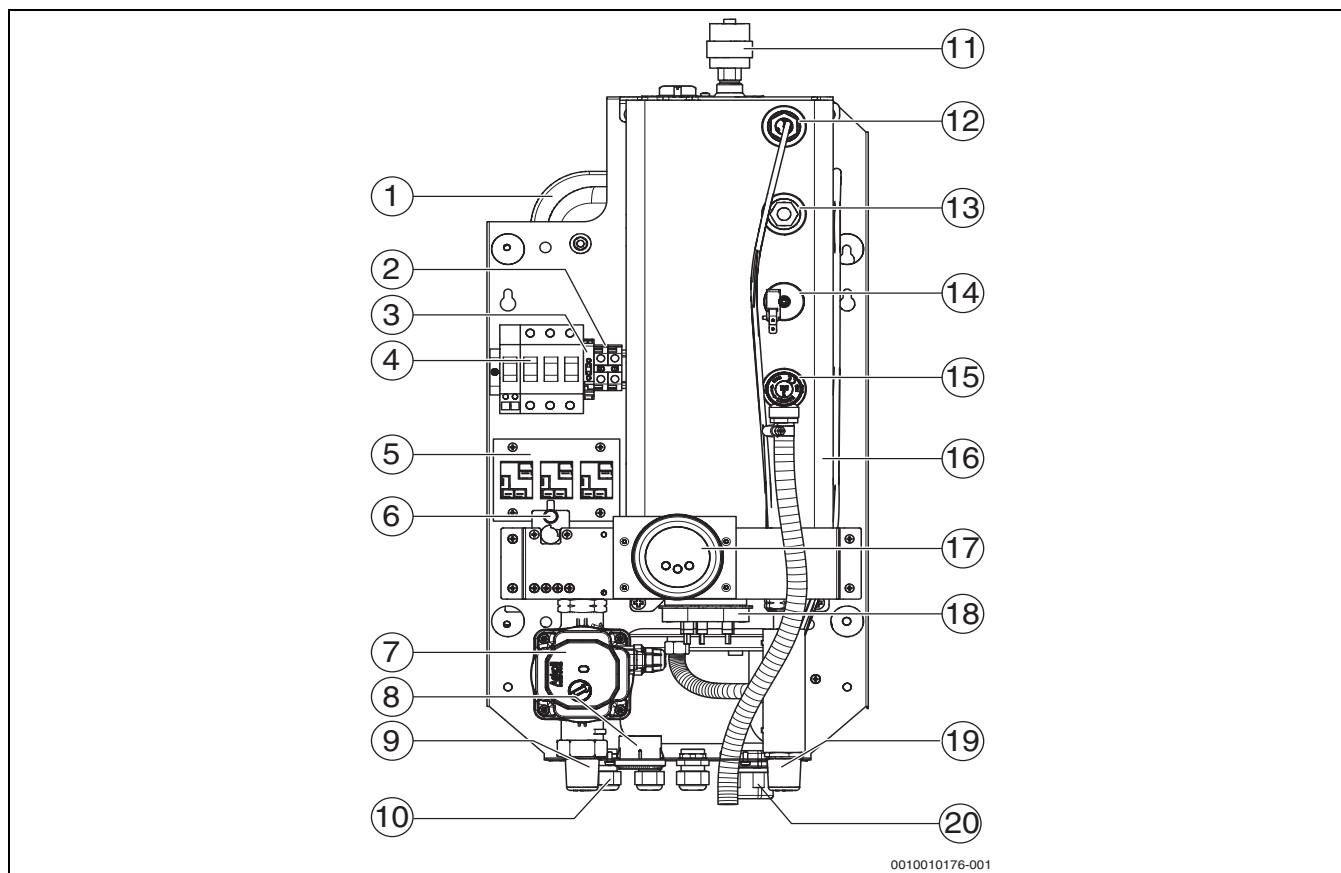

Fig. 1 Elemente funcționale ale cazanului Tronic Heat 3500 4-12 kW
- Nu închideți niciodată supapa de siguranță. (→ Fig. 1, pag. 6, [15])